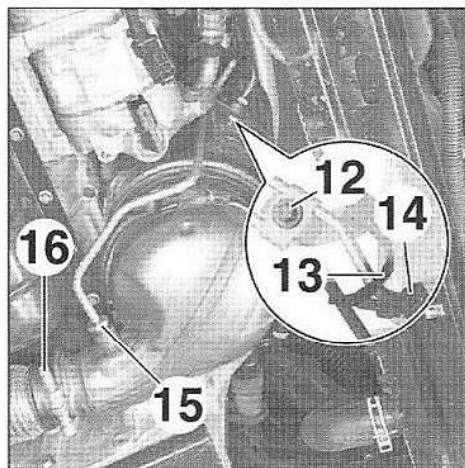
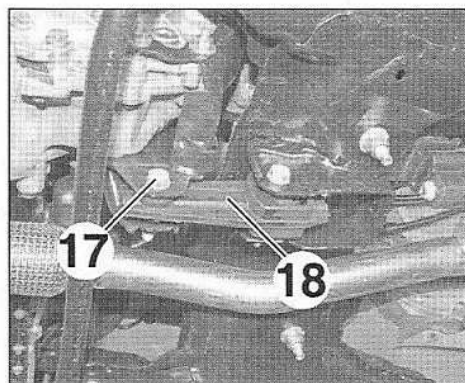

FIG.129
FIG.130
- Desserrer complètement la vis (12) (Fig.129).
- la sonde de température des gaz d'échappement (13),
- les canalisations de prise de pression (14) et (15).
- Desserrer le collier (16).
- Déposer la vis (17) de la biellette anticouple (18) (Fig.130).